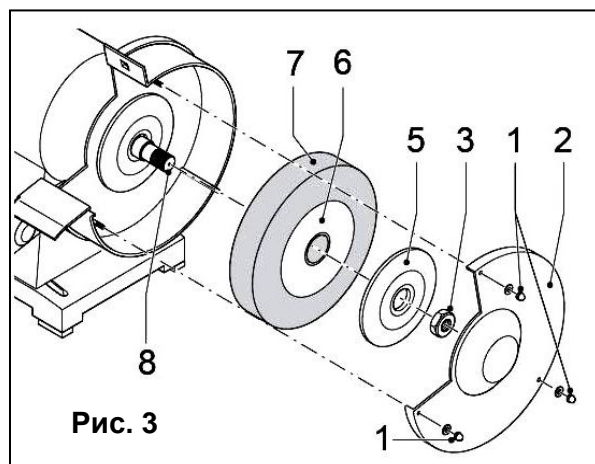

Рис. 3
#### Замена / установка шлифовального круга (Рис. 3)
- Открутите гайки фиксации защитного кожуха (1) (См. Рис. 3).
- Снимите защитный кожух (2).
- Открутите гайку (3) со шпинделя (8).
- Снимите со шпинделя внешний фланец (5), прокладку (6) и круг (7).
- Установите на шпиндель (8) новый круг.
- Надежно затяните гайку (3) Установите защитный кожух.
- Прикрутите обратно гайки (1) и крепко затяните их.